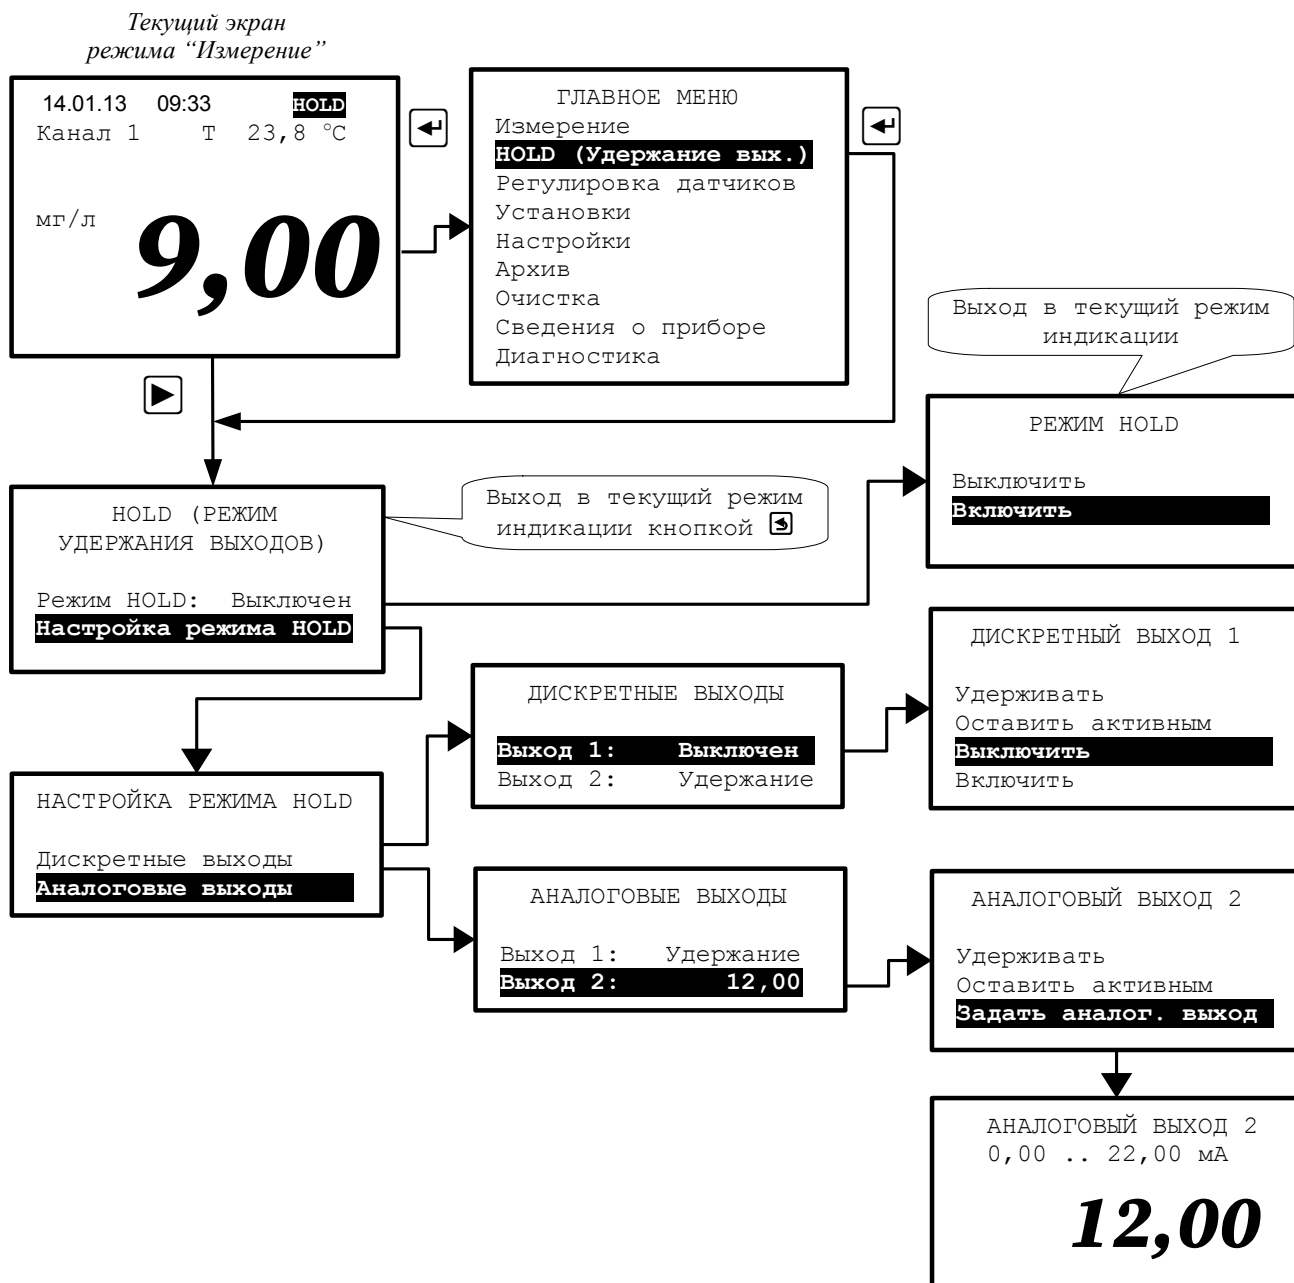

Рисунок 10 - Вход в окно задания режима «HOLD» и настройка
10.3.5.2 Режим «HOLD» включают и выключают вручную. Войти в окно задания режима «HOLD» можно двумя способами (Рисунок 10):